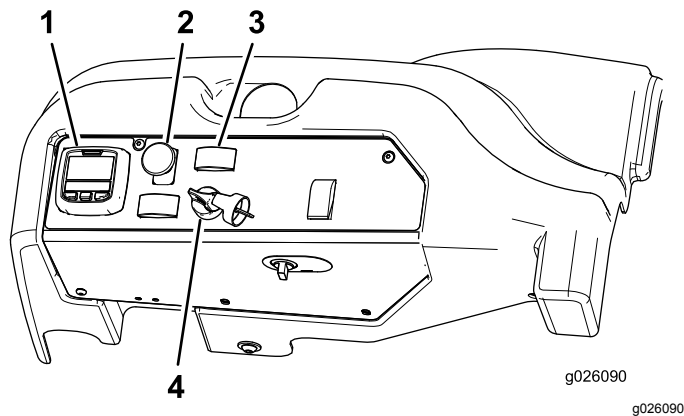

Figura 21
- Mueva el interruptor de la toma de fuerza (TDF) a la posición de DESENGRANADO (Figura 21).